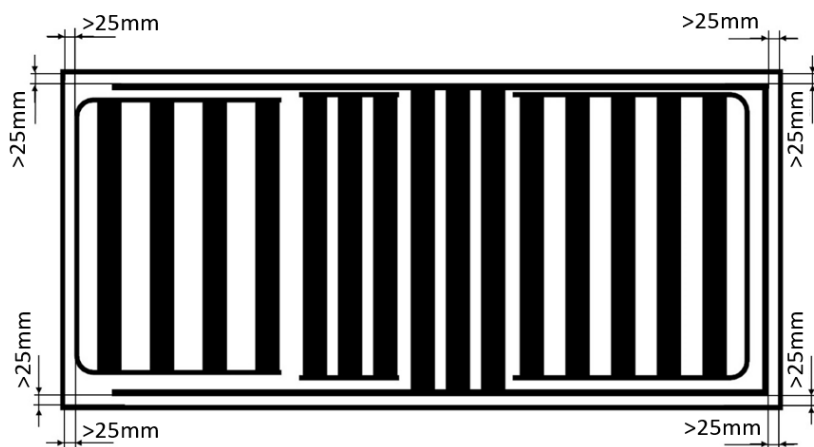

Figure 1 : Une distance minimale de 25 mm (= 2,5 cm) doit être respectée sur tout le pourtour entre le cadre de lit et le pourtour du lit.
- En cas d'installation de panneaux de lit d'autres marques, respectez les exigences relatives aux distances des pièces mobiles selon la norme DIN EN 60601-2-52. Voir également les figures 1 et 2 de ce chapitre.